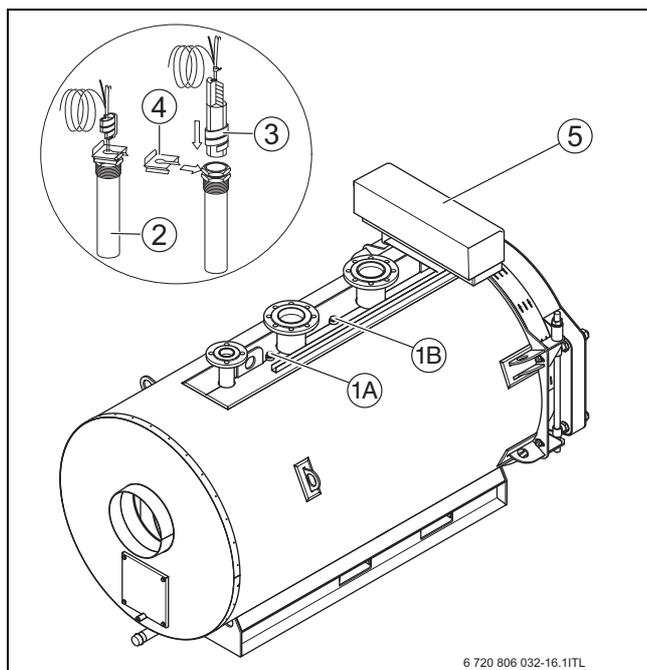
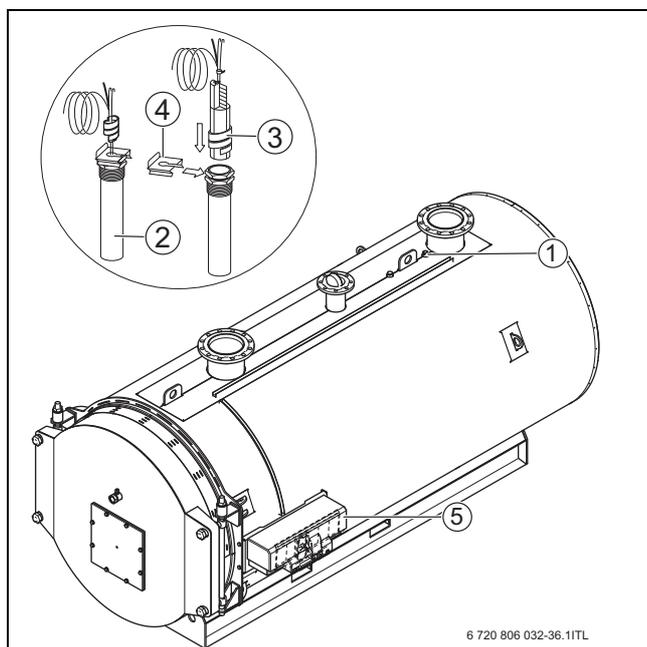

Рис. 24 Установка комплекта датчика температуры SK655/SK755
Рис. 25 Установка комплекта датчика температуры SK655/SK755
Датчики предохранительного ограничителя температуры (STB) и регулятора температуры (TR) **должны** устанавливаться в точке замера на верхней стороне котла (→ рис. 24 и рис. 25).
- ▶ Вставьте комплект датчика (→ рис. 24, стр. 23, [3]) до упора в гильзу [1].